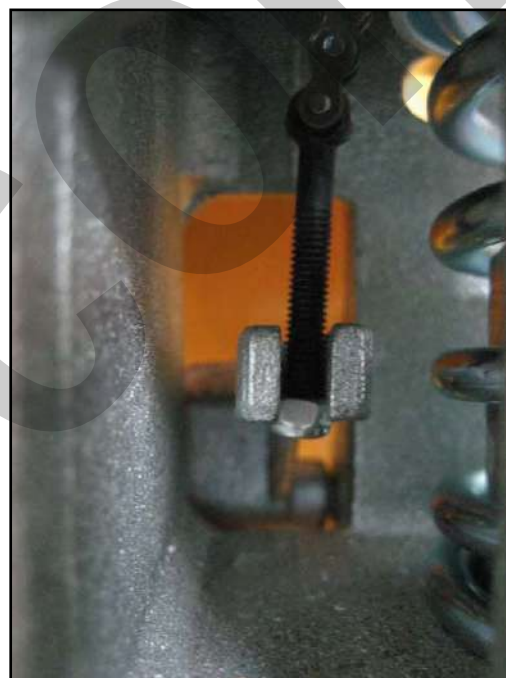

Figura 11 – Collegamento catena.
- Agganciare il terminale catena alla staffa della valvola (Figura 11)